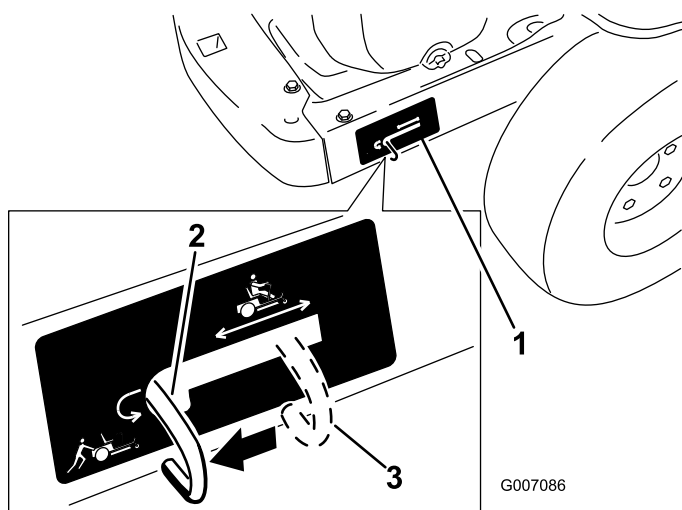

Figura 23
- Mueva las palancas de desvío hacia atrás y luego hacia abajo para bloquearlas en esa posición, según se muestra en Figura 23, para desengranar los motores de rueda. Repita en el otro lado de la máquina.
Mueva las palancas de desvío hacia arriba y empújelas hacia adelante, al **centro** de la ranura horizontal (Figura 23) para engranar los motores de rueda.